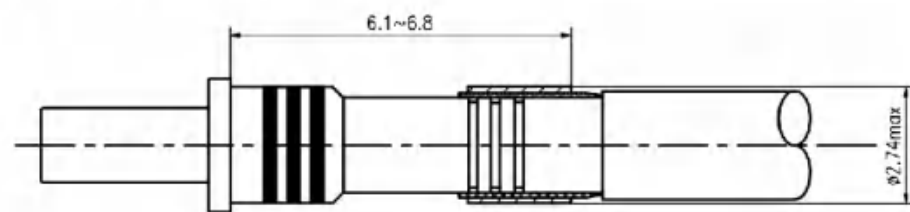

图 4.1-7
⑦按图 4.1-7 将压接套向前放在电缆屏蔽层上, 位置尺寸为 $6.1 \sim 6.8$, 将超过屏蔽压接套的多余屏蔽层切割掉, 使用 M22520/4-01 工具和 M22520/4-02 定位器压拉压接套: 压接一次, 将接触件旋转 45° 再压接一次。第二次压拉后, 屏蔽压接套的直径必须不大于 2.74 。